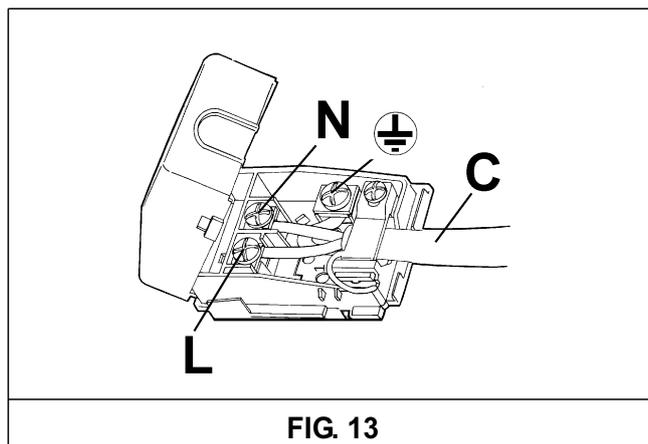

FIG. 13
- Se leagă conductorii ca în schema din fig. 13 având grijă să se respecte următoarele corespondențe: